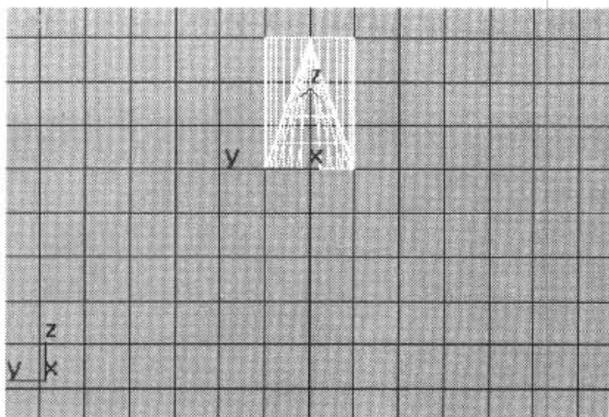

图 1-13 布尔运算结果
Step 4 在 Parameters 展卷栏中的 Operation 命令区内选择 Subtraction (B-A)，此时可以在视图中看到我们需要的布尔运算的结果，如图 1-13 所示，这样自动铅笔刀就创建完成了。